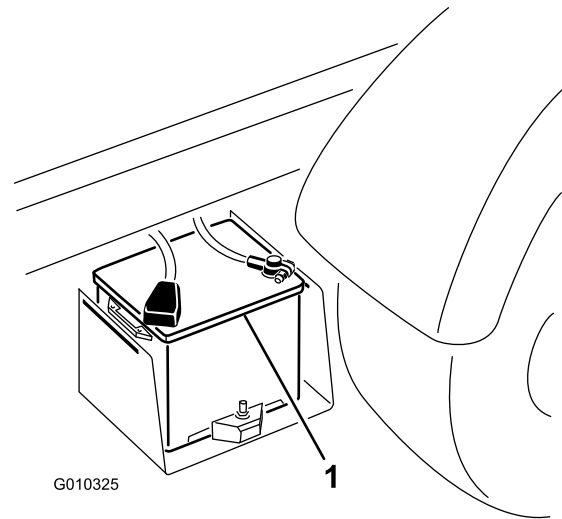

Figura 50
2. Conecte un cable de batería entre los bornes positivos de las dos baterías (Figura 50).